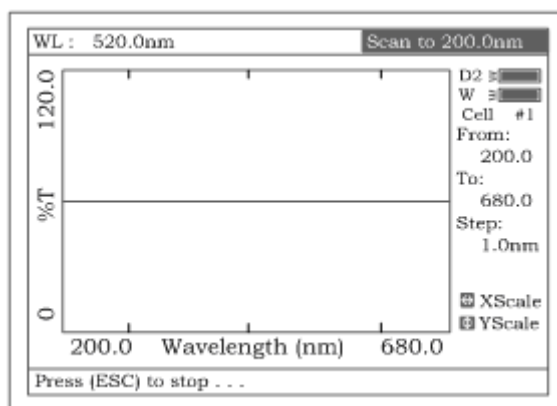

Рис. 44
- Нажмите клавишу **[0Abs/%T]** для сканирования базовой линии (рис.44). Длина волны в верхнем левом углу пробежит значения от максимально установленного до минимального. По окончании сканирования базовой линии прибор подаст звуковой сигнал.